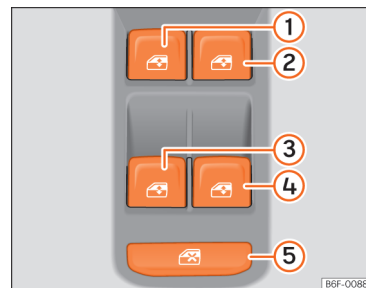

Fig. 86 Pormenor da porta do condutor: comandos das janelas.
Com o interruptor de segurança ►► Fig. 86 ⑤ da porta do condutor é possível desativar os botões de acionamento das janelas das portas traseiras.